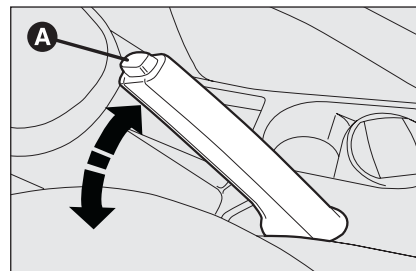

fig. 1
- soulever légèrement le levier et appuyer sur le bouton de déblocage **A-fig. 1**;